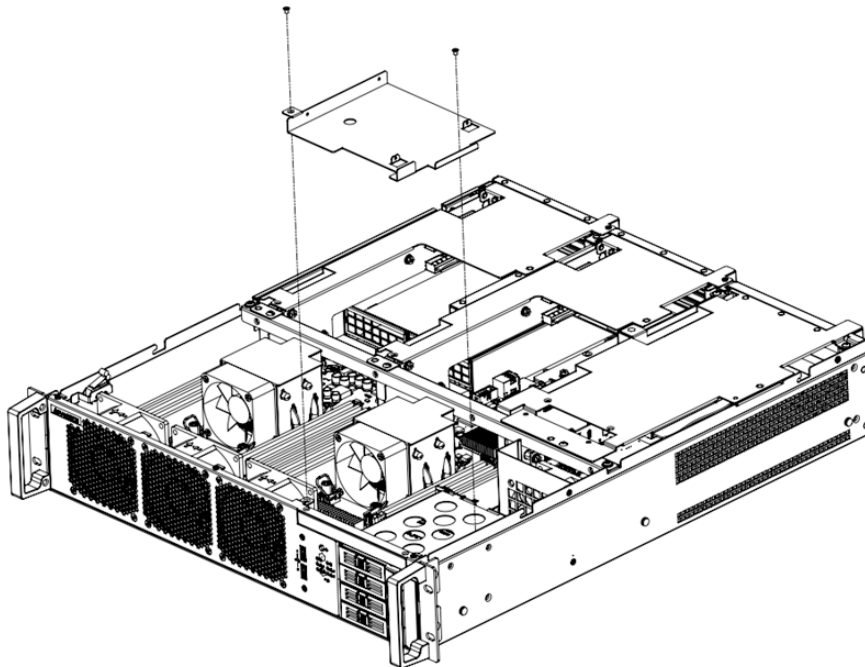

Figure 2.24 ODD Installation/ 光驱安装 / 光碟機安裝
1. To install the slim ODD module, please release the screws on top of the slim ODD brackets. See Figure 2.24.
1. 安装光驱时，请卸下光驱支架上的螺丝（如图 2.24 所示）